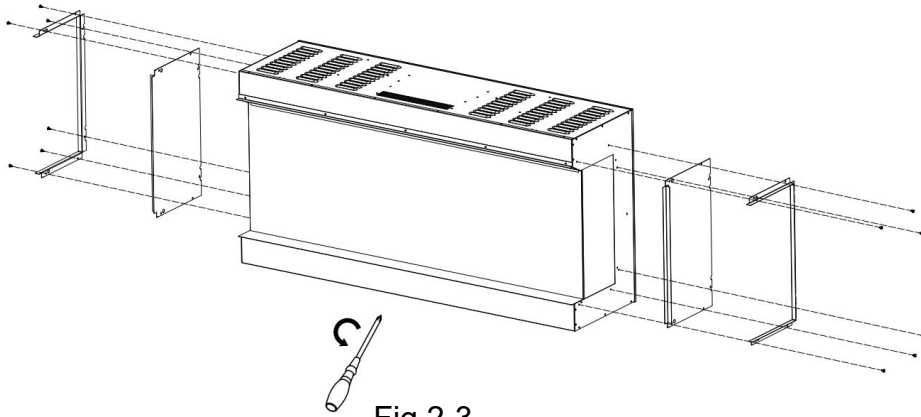

Fig.2-3
2. Wenn Sie das Feuer von drei Seiten betrachten wollen, nehmen Sie die Verkleidungsleisten und -platten ab. Abb.2-3